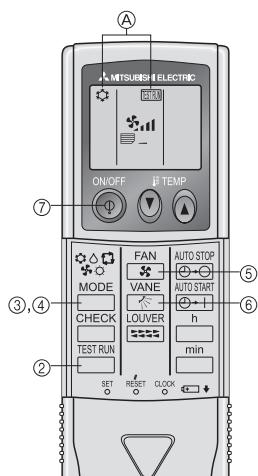

Fig. 6-2
6.2.2. Использование беспроводного пульта дистанционного управления (Fig. 6-2)